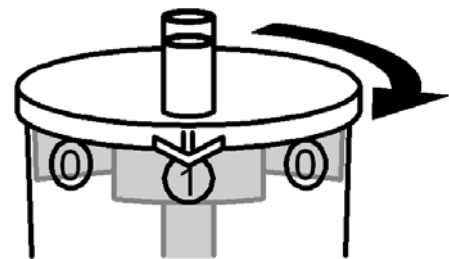

Abb. 3
- Für das Aufnehmen des ersten Polypen drehen Sie das Gefäß, bis der Pfeil auf die Nummer „1“ zeigt (Abb. 3).